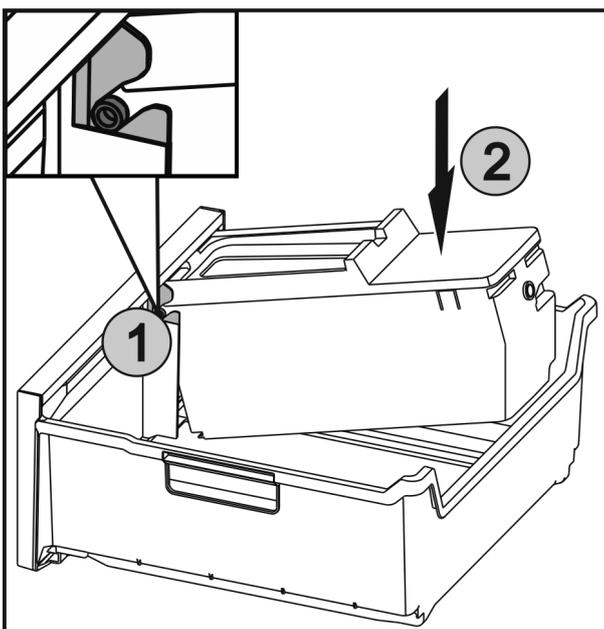

Fig. 49
- ▶ Insérer les axes Fig. 49 (1) sur l'EasyTwist-Ice dans les guides et appuyer sur le côté arrière Fig. 49 (2) jusqu'à ce que la languette s'enclenche.